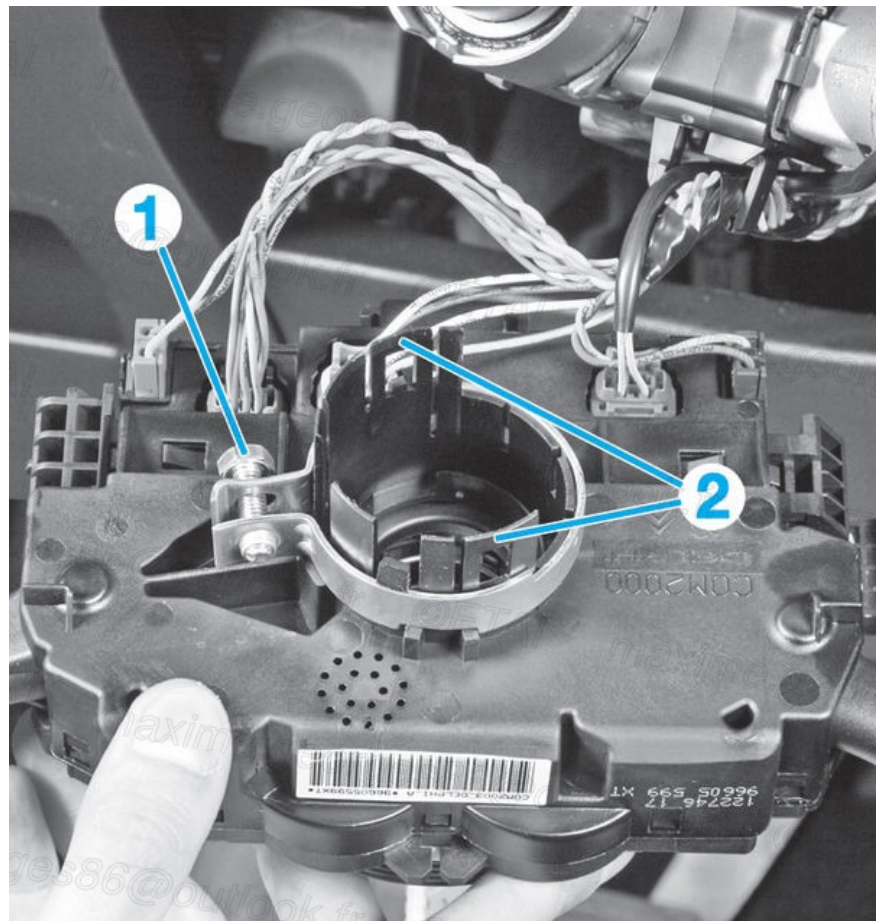

Fig.3
- Déposer le bloc de commande sous volant (Fig.3) ([/media/RTA/RTA\\_714/RTA714A-006-003X.jpg](/media/RTA/RTA_714/RTA714A-006-003X.jpg)) :
- desserrer la vis (1) du collier de serrage
- écarter les pattes de verrouillage (2) en utilisant un outil plat (réglet ou tournevis plat et fin) et dégager le bloc de commande